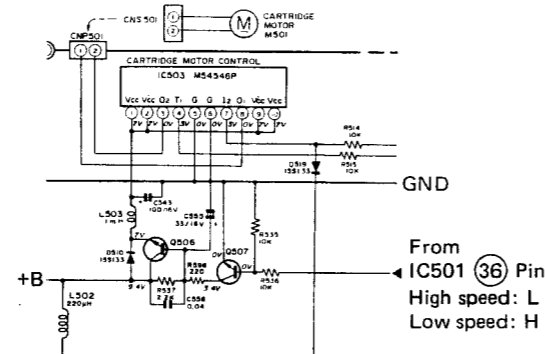

Figure 25-2
High speed/low speed selection of the motor is performed by that the output signal from pin ③⑥ the microcomputer turns on and off Q506 and Q504 to change the power voltage to be applied to the cartridge motor. See Fig. 25-2.
Die hohe/niedrige Drehzahl des Motors wird gewählt, weil das Ausgangssignal vom Stift ③⑥ des Mikrocomputers die Transistoren Q506 und Q504 ein- und ausschaltet, um die dem Tonabnehmermotor zugeleitete Spannung zu ändern. Siehe Abb. 25-2.
La sélection de grande/petite vitesse du moteur est assurée par le signal de sortie de la broche ③⑥ du microprocesseur qui allume et coupe Q506 et Q504 pour changer la tension d'alimentation appliquée au moteur de la cellule. Voir la Fig. 25-2.